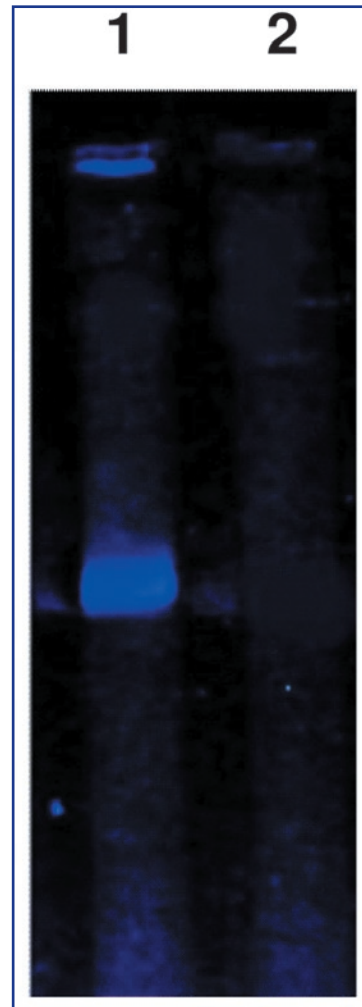

Abbildung 7:
Wurden Gelstreifen nach einem Aktivitätstest in einer Lösung inkubiert, die das Cellulose spaltende Enzym Cellulase enthielt, so konnte man nach anschließender Tinopal-Färbung unter UV-Licht an keiner Stelle Fluoreszenz erkennen [Abbildung 7 (2)]. Das deutet darauf hin, dass während des Cellulose-Synthase-Aktivitätstests tatsächlich *in vitro* Cellulose synthetisiert wurde, welche durch das Enzym Cellulase anschließend wieder in Glucose gespalten wur-